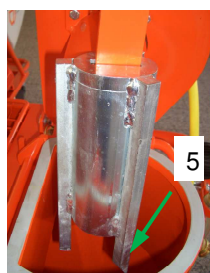

Fig. 55 : Monter le nettoyeur de la chambre de mélange
7. Rabattre la bride de basculement du moteur et la verrouiller avec le dispositif de fermeture rapide (1).
8. Connecter la prise 10 pôles (1) (fig. :55).
9. Appuyer sur le bouton-poussoir vert (9) Tension de la commande « MARCHÉ » et laisser en marche pendant env. 5 à 10 secondes jusqu'à ce que la chambre de mélange soit propre.
10. Éteindre la machine avec le bouton-poussoir rouge Tension de la commande (10) « ARRÊT ».
11. Retirer la prise 10 pôles (1) (fig. : 55), ouvrir le dispositif de fermeture rapide de la bride de basculement du moteur et faire basculer le moteur.